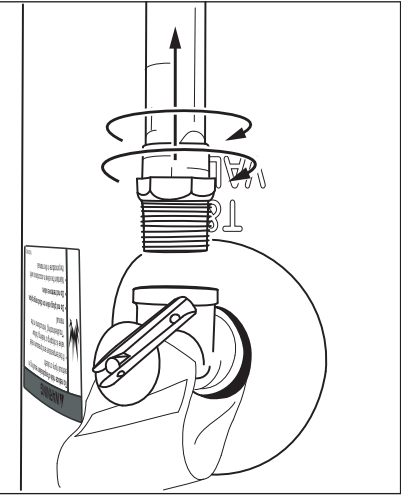

Figure 12 - Dépose du tuyau d'écoulement de la soupape DST.
- 10 Lorsque la cuve est vide, démonter le tuyau d'écoulement de la soupape de décharge à sécurité thermique (DST) (Figure 12). Il est possible que le tuyau d'écoulement soit réutilisable, mais ne pas réutiliser l'ancienne soupape DST. Ce chauffe-eau est fourni équipé d'une soupape DST neuve (ou, pour certains modèles, elle est dans l'emballage avec le chauffe-eau).